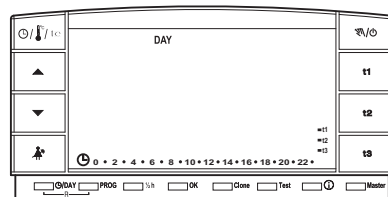

fig. 71
- Pulsar la tecla OK para configurar el apagado de la pantalla de las 0:00 a las 6:00 Hr. (ejemplo fig. 71).
- Pulsar la tecla OK: después de 3 minutos se obtiene el apagado de la pantalla durante las 24 horas del día (ejemplo fig. 71).